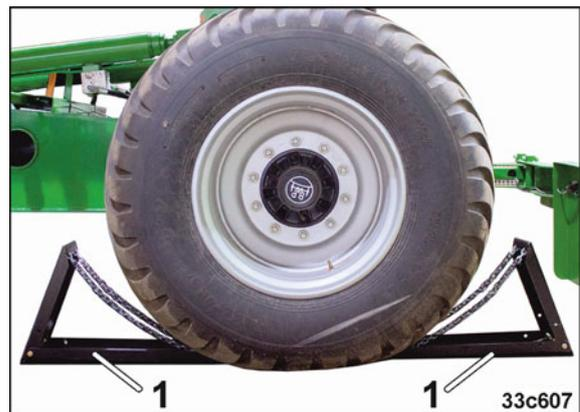

Fig. 108
1. Vérifier que la machine est immobilisée par des cales (Fig. 108/1).